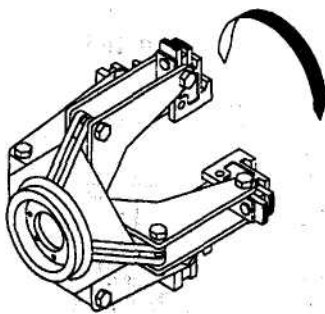

Рис.1 – 4-х ЛАПНЫЙ УНИВЕРСАЛЬНЫЙ ЗАЖИМ
- клапан давления может быть заблокирован (Рис.1/клапан1)